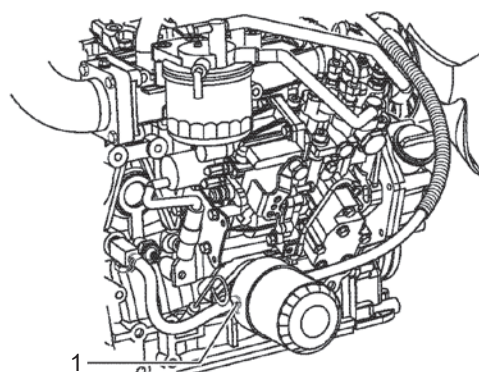

Рис.61
- На моделях, оснащенных масляным радиатором, снимите шланг охлаждающей жидкости (1, Рис. 61) с масляного радиатора.